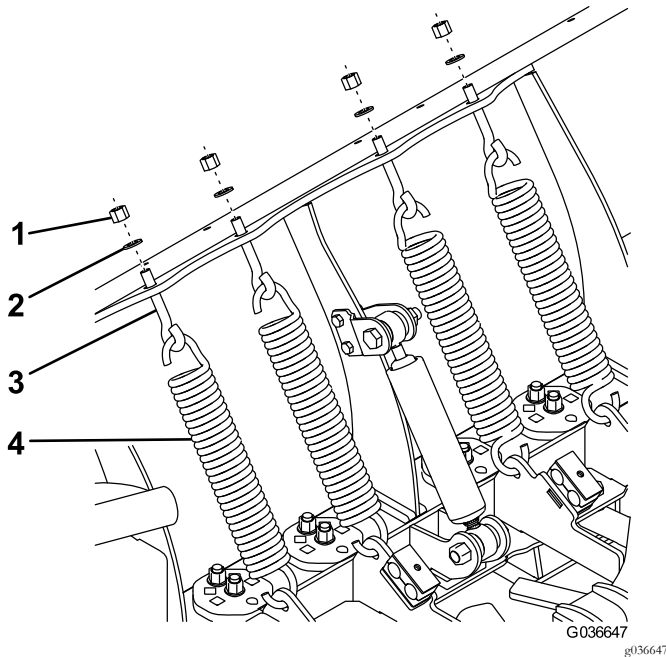

Bild 4
- Haken Sie die vier Auslösefedern an den Löchern im Schubrahmen ein (Bild 4).
- Haken Sie die anderen Enden der Auslösefedern an den vier Augbolzen ein (Bild 4).
- Stecken Sie das Gewindeende der Augbolzen durch die Löcher im Schneeschild und befestigen sie mit vier Scheiben ($\frac{1}{2}$ ") und vier selbstverriegelnden Muttern (Bild 4).